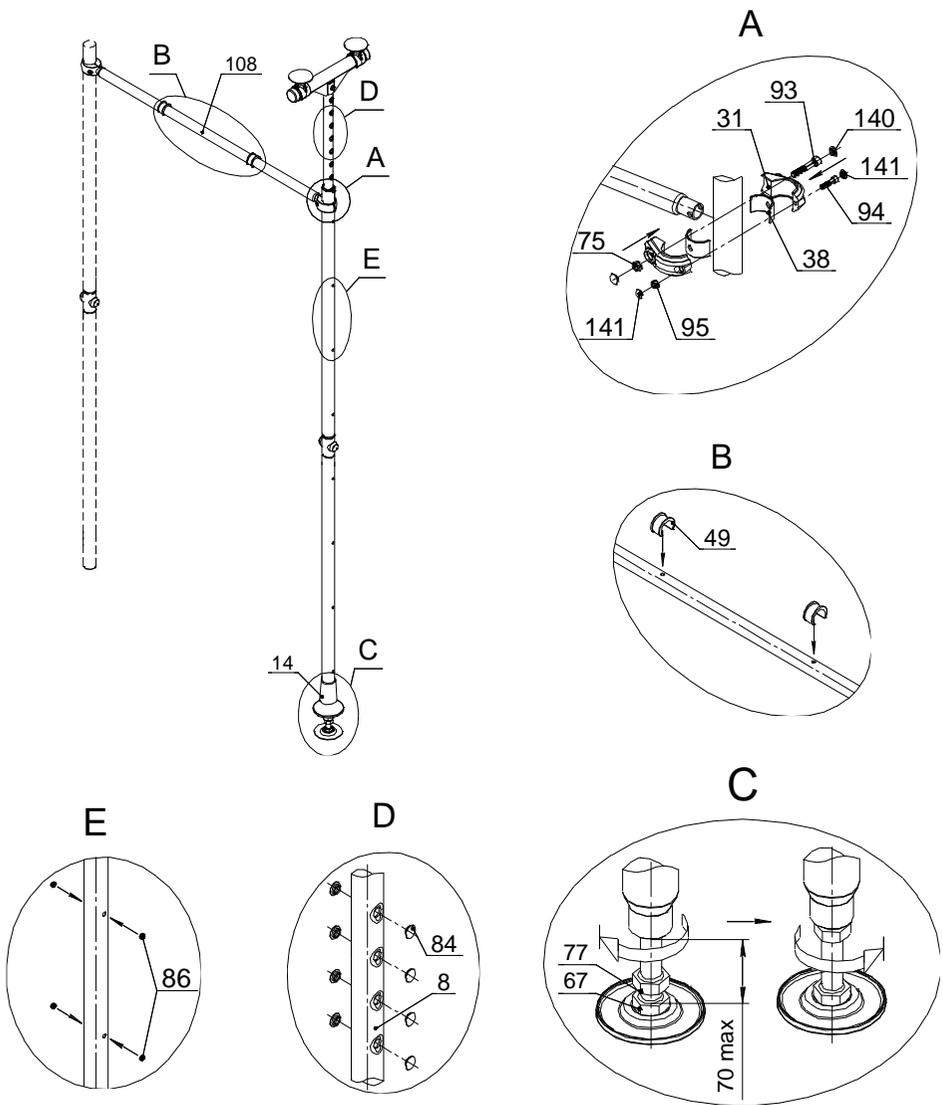

Рис.4
- A. Установить связь поз.108 (рис.4). Винты поз.93; 94 туго не затягивать, заглушки поз. 140; 141 не устанавливать.
- A. Установить связи поз.108. Винты поз.93; 94 туго не затягивать, заглушки поз. 140; 141 не устанавливать(рис.4)
- C. Распереть КОМПЛЕКС вывинчиванием болта поз.67. Обеспечить вертикальность установки стойки (контролировать по отвесу), после касания всех верхних опор с потолком необходимо выполнить 1-3 оборота болта поз.67 и законтрить его гайкой поз.77 (рис.4)
- D. Установить заглушки поз.84 (рис.4).
- E. Установить заглушки поз.86 (рис.4).
- Произвести окончательную затяжку винтов поз. 93; затем поз. 94, убедившись в горизонтальности связи поз.108. Установить заглушки поз. 140; 141 (рис. 4).